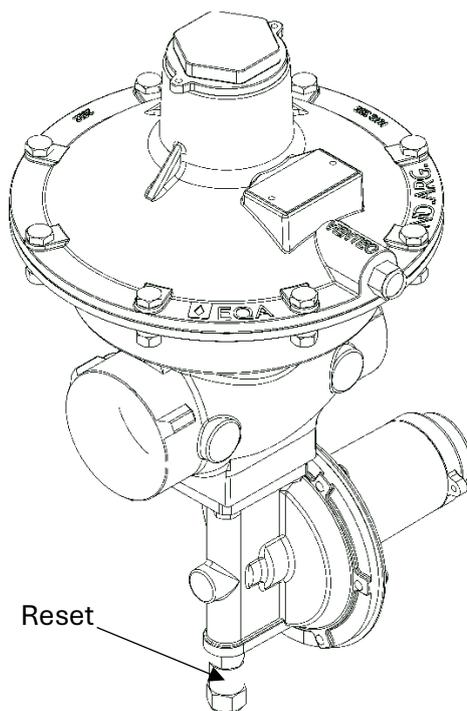

Fig. 4
- 2- Normalmente el regulador queda bloqueado. Para restablecer el equipo, primero verifique que toda presión después del regulador sea cero. Luego, tirar del RESET (Fig. 4) para que comience a pasar gas, hasta que toda la cañería aguas abajo del regulador tenga estabilizada la presión.